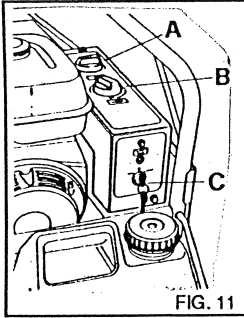

FIG. 11
CUADRO DE MANDOS (fig. 11)
- 3) Poner en marcha el motor de gasolina con su propia llave (fig. 11). También es posible poner marcha el motor manualmente tirando de la cuerda autoenrollable.